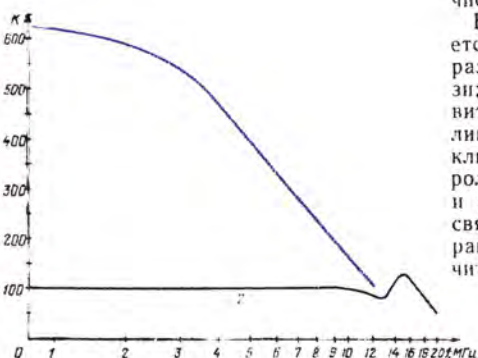

Рис. 3
Частотная характеристика усилителя, снятая при сопротивлении нагрузки 300 Ом, приведена на рис. 3
завал частотной характеристики на частотах выше 1 МГц, и  $R9$ , стабилизирующей общее усиление и делающей его независимым от параметров транзисторов и от колебания напряжения питания. Неравномерность частотной характеристики усилителя (рис. 3, кривая 2) до 10 МГц не превышает  $\pm 2\%$ . Подъем усиления в области 15 МГц объясняется фазовыми сдвигами в цепи общей обратной связи. Его можно устранить, включив параллельно резистору  $R9$  конденсатор емкостью 3—5 пФ. Емкость конденсатора  $C2$  вычисляется по формуле (1).